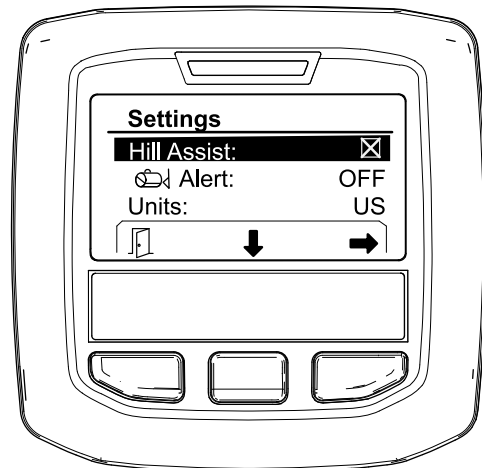

Figura 7
1. Derulați în jos la HILL ASSIST (Asistență pentru teren înclinat) și apăsați butonul de selectare centru pentru a accesa meniul de setări Asistență pentru teren înclinat (Figura 7).